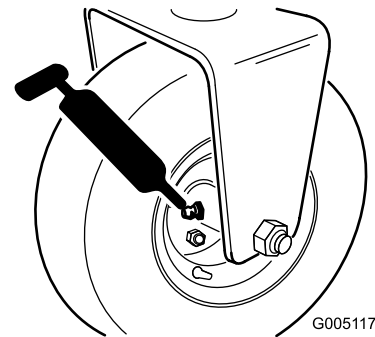

Figura 27
- Mozzo del rullo posteriore o, se è montato un kit di trazione a 3 ruote, frizioni del rullo posteriore e cuscinetto a sfera esterno (1) (Figura 27)